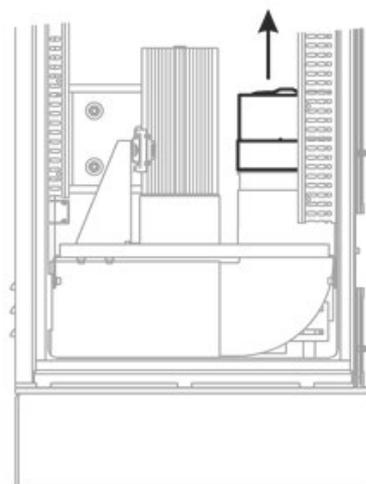

Рисунок 17. Снятие вентилятора с вентиляционной трубы
- Снимите вентилятор с вентиляционной трубы (см. рис. 17).